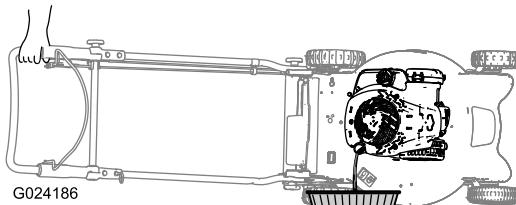

Figura 16
- Incline il tosaerba sul fianco, con l'asta di livello in basso, per vuotare l'olio usato attraverso il tubo di riempimento (Figura 16).